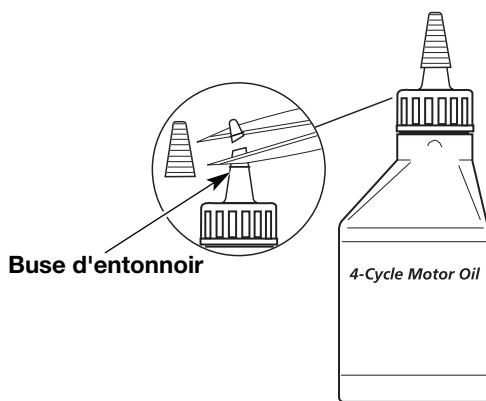

Figure 6
Votre appareil est livré avec une bouteille d'huile SAE 30 SF, SG, SH de 90 ml (3,04 oz) (Fig. 6).
1. Dévisser le bouchon de la bouteille d'huile et retirez le papier couvrant l'ouverture. Replacez le bouchon. Coupez la pointe de la buse de l'entonnoir (Fig. 6).